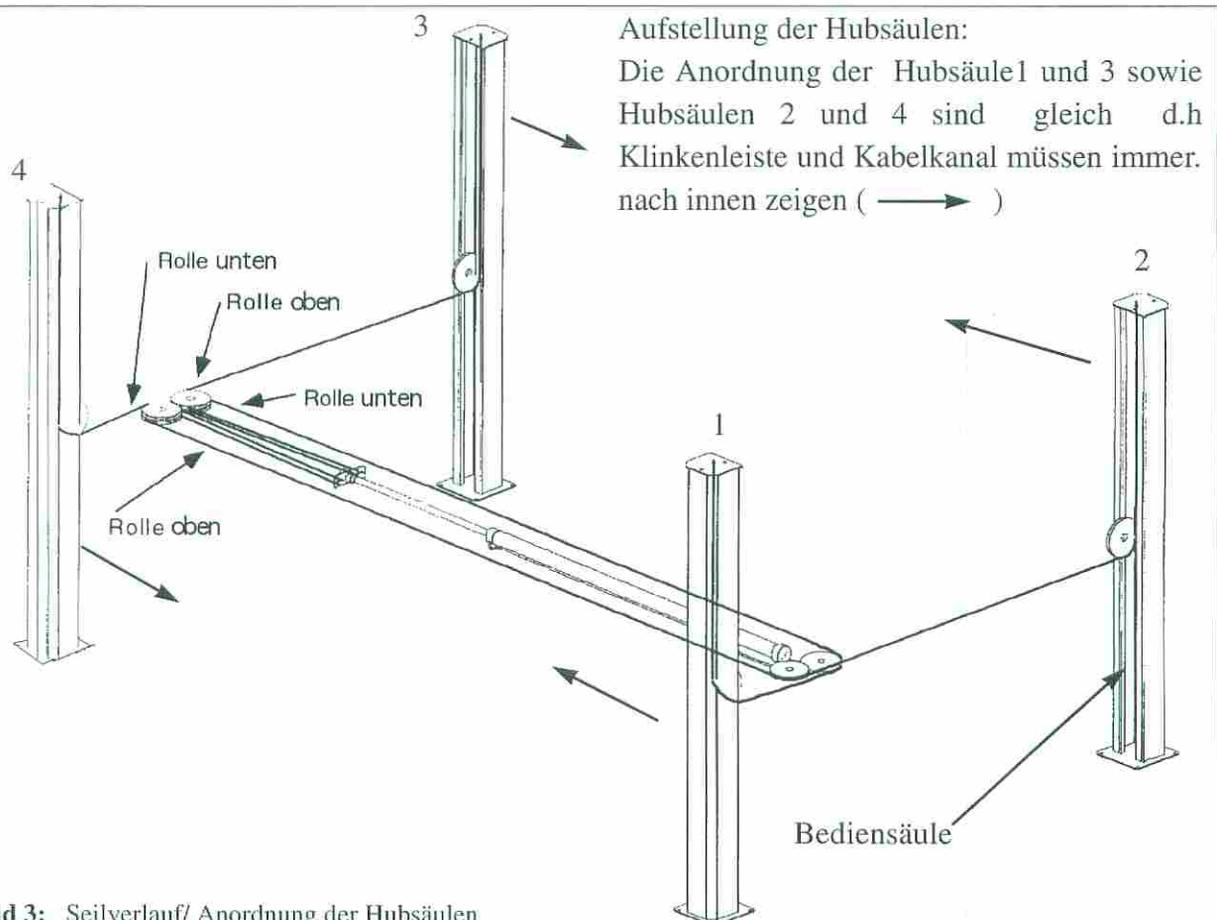
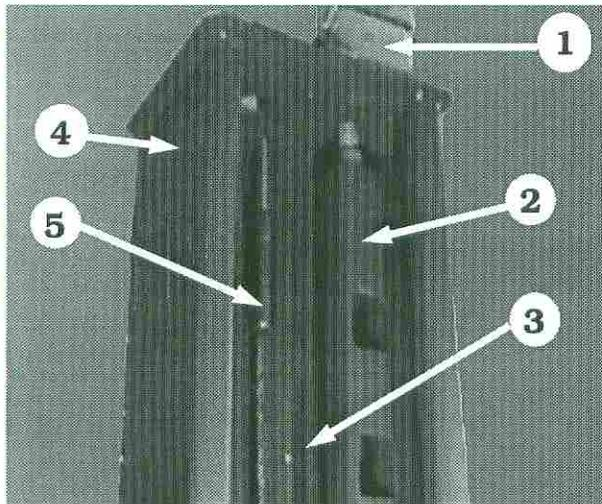

Bild 3: Seilverlauf/ Anordnung der Hubsäulen
Bild 11:
- Seile montieren (siehe **Bild 3**)
Anordnung der Säulen: Bei der Hebebühne 4.35 H gibt es rechte und linke Säulen. Bitte darauf achten!! Das die Bediensäule und die diagonal gegenüberliegende Säule in der Anordnung der Pos. 2, 3 gleich ist und auch so aufgestellt wird d.h. der Kabelkanal (Nr. 3) sowie die Klinkenleiste (Nr.2) müssen immer nach innen zur nebenliegenden Säule zeigen. Wie zu sehen ist in Bild 11 und Bild 3.